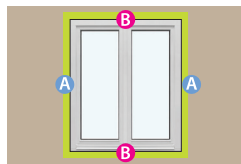

Fig. 12
- Justera det fria utrymmet mellan fönstrets/dörrens karm och väggen, så att avståndet från karmen till väggen är densamma på alla sidor (se fig. 12).